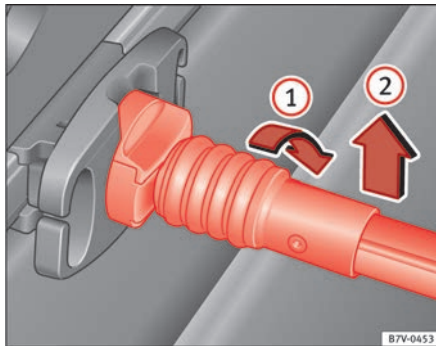

Abb. 98 Kuvertnetz aushängen.
- Haltestange um 90° nach rechts drehen ⇒ **Abb. 98 (1)**, bis die rote Markierung an der Haltestange zu sehen ist. Haltestange nach oben herausnehmen **(2)**.